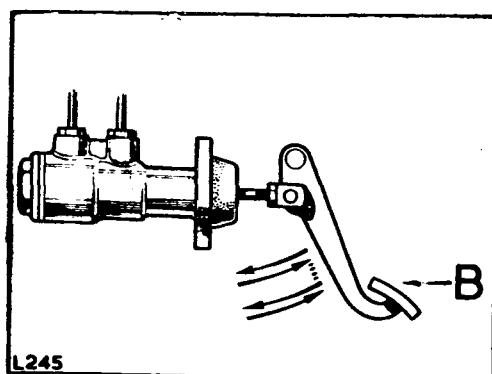

Fig. H1-13.- Acción sobre el pedal de freno
3.2.6.- Apretar el pedal de freno a fondo lentamente y dejar que retroceda nuevamente de manera igualmente lenta. Hacer una pausa de tres o cuatro segundos y repetir la operación de la misma forma hasta que haya desaparecido todo síntoma de aire en cada cilindro de rueda (Fig. H1-13).